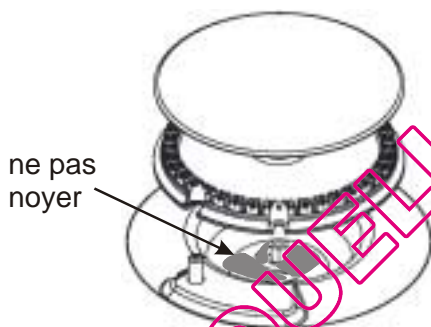

Fig. 28
- Pendant le nettoyage de la table de cuisson ne pas utiliser de quantité excessive d'eau et faire attention à ne pas noyer l'enfoncement du brûleur, car l'eau pourrait ainsi pénétrer dans l'injecteur (fig. 28). Si l'injecteur sera inondé le brûleur ne s'allumera pas.